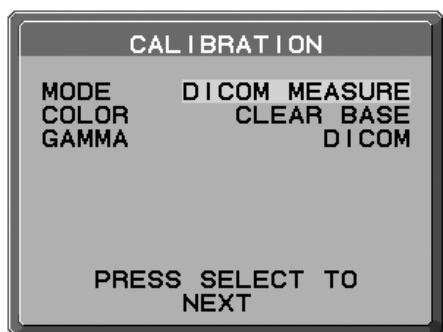

Рисунок 17
2. Выберите “DICOM MEASURE” (ИЗМЕР. DICOM) в настройке режима (**Рисунок 17**).